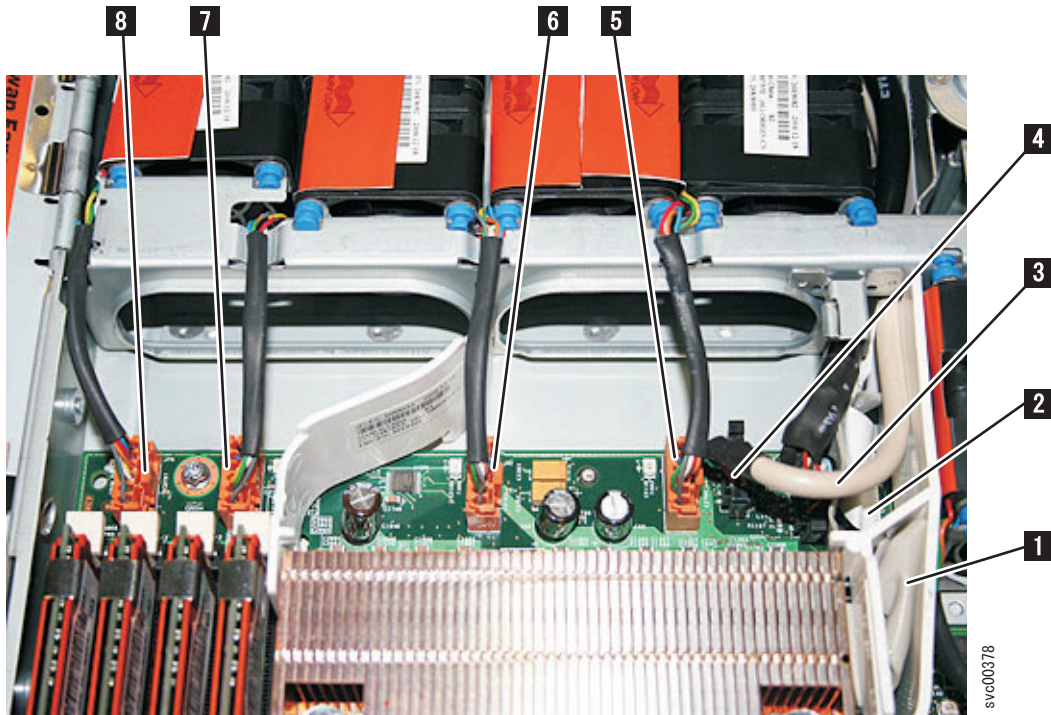

図 301. SAN ボリューム・コントローラー 2145-8G4 システム・ボードの右前面のコネクター
10. ライト・パス・リボン・ケーブル・コネクタと CD-RW リボン・ケーブル・コネクタを再接続します (338 ページの図 301 を参照)。